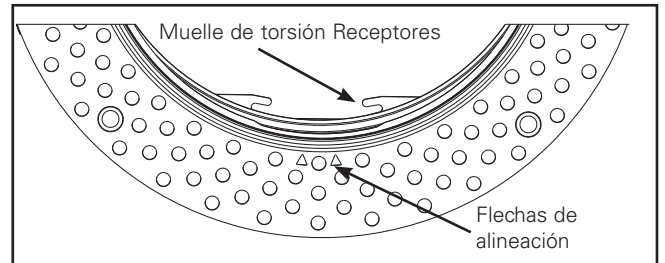

Figura 2.
4. Ubique con cuidado los receptores para muelles de torsión dentro del alojamiento y alinee las flechas del anillo de yeso (Figura 2). Mientras sostiene la parte superior del alojamiento, presione con cuidado el anillo del listón de yeso contra el alojamiento, asegurándose de que los cuatro broches se alineen con las muescas del alojamiento.
5. Aplique una presión uniforme sobre todo el largo y ancho de la brida perforada para formar una fuerte unión con el techo. Ajuste firmemente los tres (3) tornillos de cabeza hexagonal para evitar el movimiento vertical del collar. Espere el tiempo de secado suficiente y recomendado por el fabricante del adhesivo, antes de aplicar el compuesto para juntas.